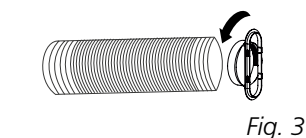

Fig. 3
- 2 Forlæng den anden side af slangen og skru den til slangeudløbet (Fig. 3).